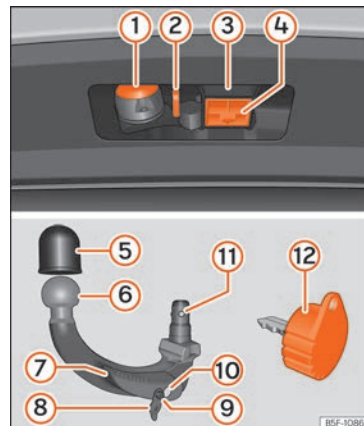

Fig. 251 Soporte del dispositivo de enganche para remolque / gancho de remolque / llave
- La zona superior del alojamiento del gancho está provista de grasa lubricante » » » fig. 251 ③. Cuando use el dispositivo debe asegurarse de que no se haya eliminado.
- Extraiga el tapón de alojamiento del gancho » **fig. 251 ④** hacia abajo.
- Coloque el tapón **4** en su alojamiento »» fig. 251.